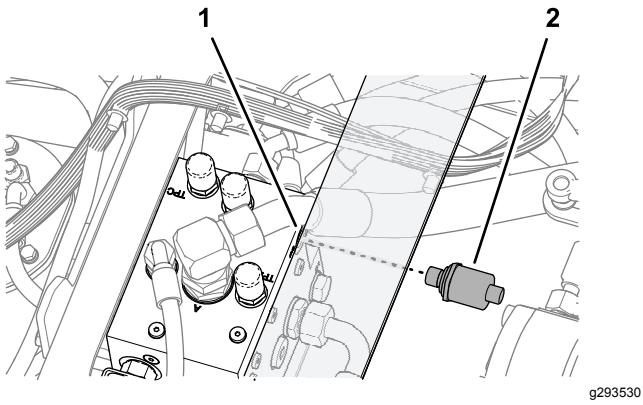

Bild 15
3. Montieren Sie den Druckschalter in den Anschluss PS des Getriebeverteilers (Bild 15) und ziehen Sie den Schalter auf 34 N·m an.